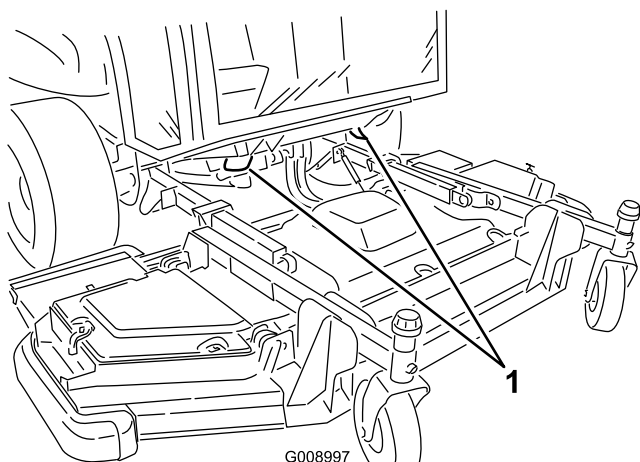

Figura 40
- Debajo de la parte delantera de la plataforma del operador (2 lugares) (Figura 40).